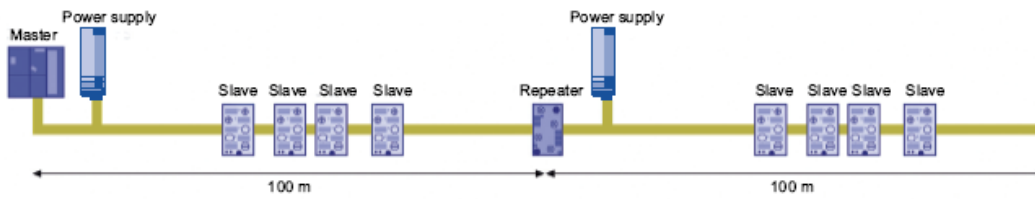

图7 每个网段 100 米
(1) 在没有额外中继设备的情况下，每个 ASi 网段的通讯距离是 100 米。如果通过中继器进行拓展，则最多可以串联 2 个中继器，线型网络距离达到 300 米。但每个网段都需要一个单独的电源供电（图 7）。